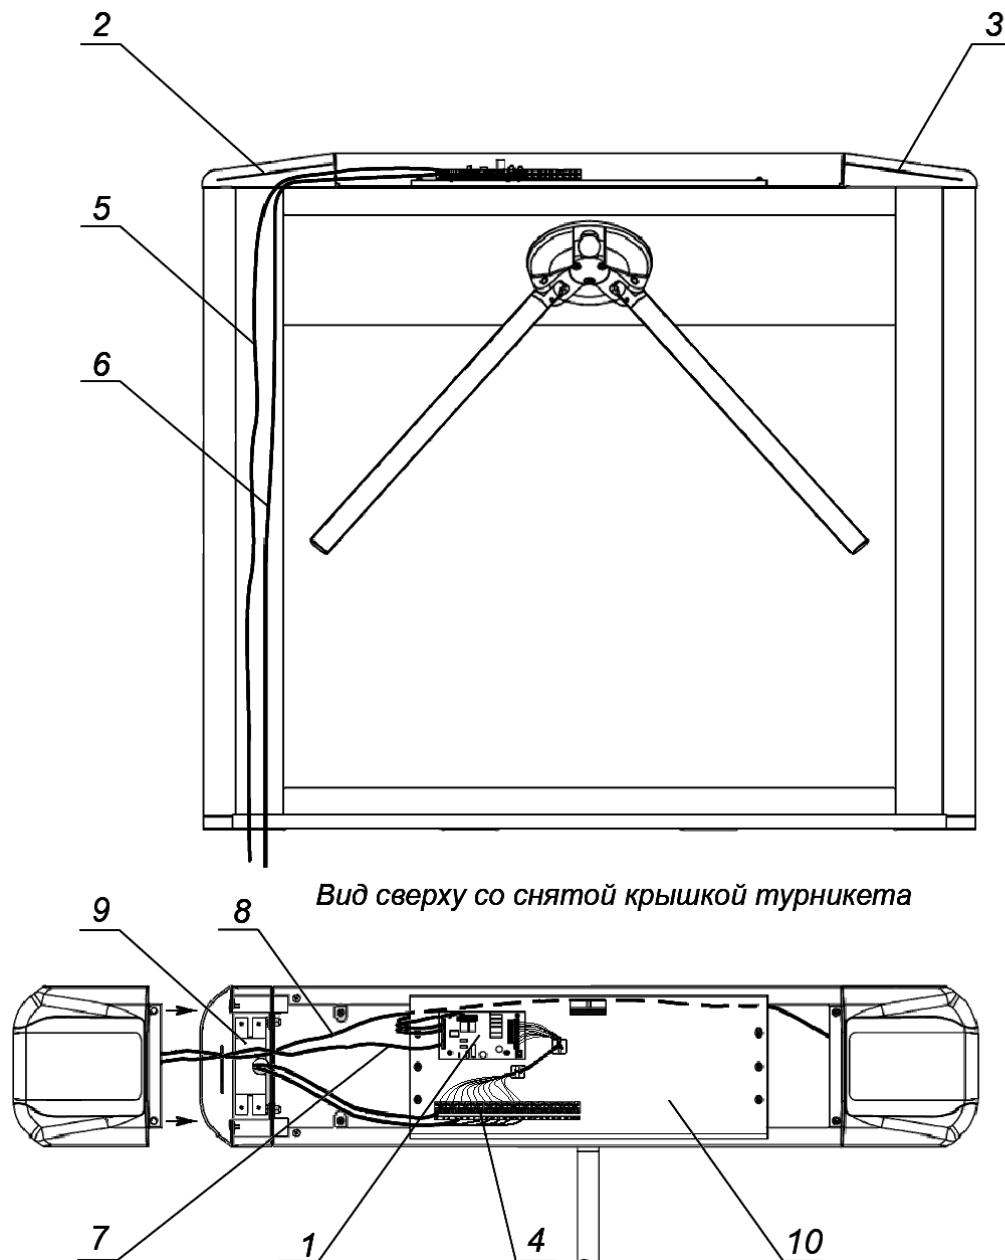
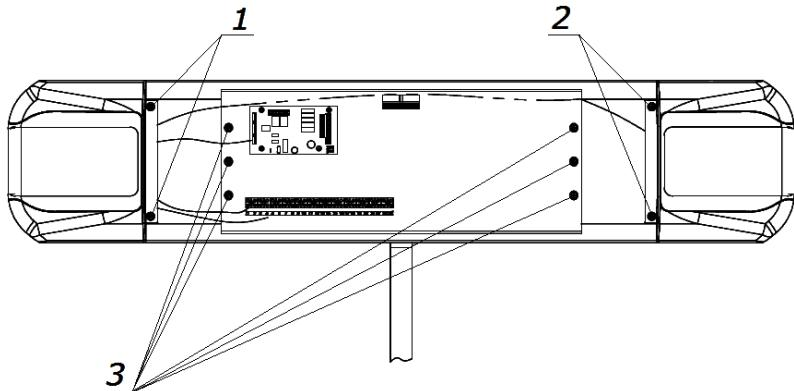

Рисунок 12. Схема прокладки кабелей в стойке турникета
Рисунок 15. Расположение крепежных винтов
4. При необходимости прокладки кабелей под поверхностью пола подготовьте в полу кабельный канал, подходящий к зоне ввода этих кабелей в стойку турникета. Прокладка кабелей внутри стойки показана на рис. 12.
6. Снимите крышку турникета (3) согласно разд. 6.
7. Демонтируйте стенку боковую (7) в сборе с крышкой (9). Для этого:
- Отверните два винта (2 на рис. 15).
- Отведите стенку от стойки и отсоедините кабель, соединяющий платы индикации (8 на рис. 12) от платы ПИ2, расположенной под крышкой (ПРИКАЗ №7/П МОСКВА * 8.5.1675).
8. Демонтируйте стенку (6) в сборе с крышкой (8). Для этого:
- Отверните два винта (1 на рис. 15).
- Отведите стенку от стойки и отсоедините от платы индикации ПИ1 (расположена под крышкой) кабель (8 на рис. 12), соединяющий платы индикации, и кабель индикации (7 на рис. 12), идущий от платы управления.
13. При необходимости произведите установку платы внешнего контроллера СКУД внутри стойки турникета на кронштейне (10 на рис. 12); для этого используйте фиксаторы на самоклеящихся площадках FSS-5 из комплекта поставки.
14. При необходимости произведите установку считывателей карт доступа на предусмотренные для этого кронштейны на торцах стойки (9 на рис. 12). Для удобства монтажа снимите кронштейн, открутив рожковым ключом S5,5 две гайки М3, расположенные снизу под кронштейном. Для подключения считывателей используйте свободные контакты (15 - 24) выносной клеммной колодки **XS1**.
2. Снимите крышку (3) турникета в порядке, указанном в разд. 6 и положите ее на ровную устойчивую поверхность.
3. Для доступа к узлу вращения преграждающих планок турникета снимите кронштейн (4 на рис. 15) с платой управления и выносной клеммной колодкой. Для этого: выкрутите 6 винтов (3 на рис. 15), фиксирующих кронштейн на стойке турникета, и аккуратно отведите кронштейн в сторону, не повредив подключенные кабели.